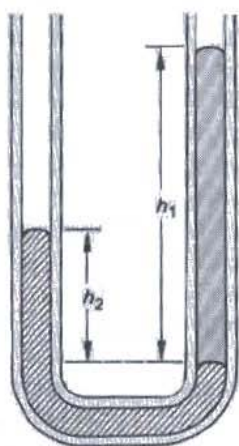

Figura 15-21
- *15-10. Un tubo abierto en forma de U como el que muestra la figura 15-21 tiene 1 cm² de sección transversal. ¿Qué volumen de agua deberá verse en el tubo de la derecha para que el mercurio del tubo de la izquierda se eleve 1 cm por encima de su posición original?
- *15-12. Dos líquidos que no reaccionan químicamente se encuentran en un tubo doblado como el que aparece en la figura 15-21. Demuestre que las alturas de los líquidos por encima de su superficie de separación son inversamente proporcionales a sus densidades:
- *15-13. Suponga que los dos líquidos contenidos en el tubo en forma de U de la figura 15-21 son agua y aceite. Calcule la densidad del aceite si el agua se mantiene 19 cm por encima de la